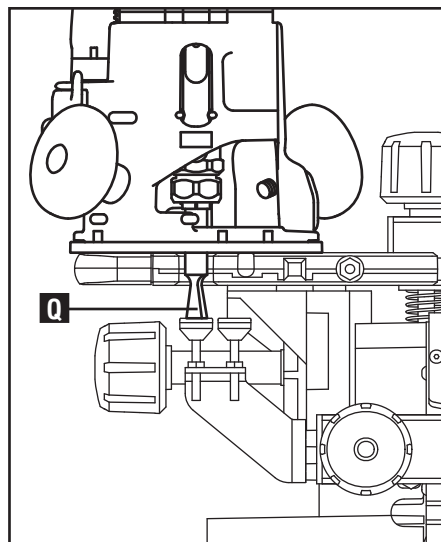

Fig. D9
13. Abaissez lentement la mèche (Q), Fig. D9, sur la butée. La profondeur est réglée lorsque la mèche touche à peine la butée.